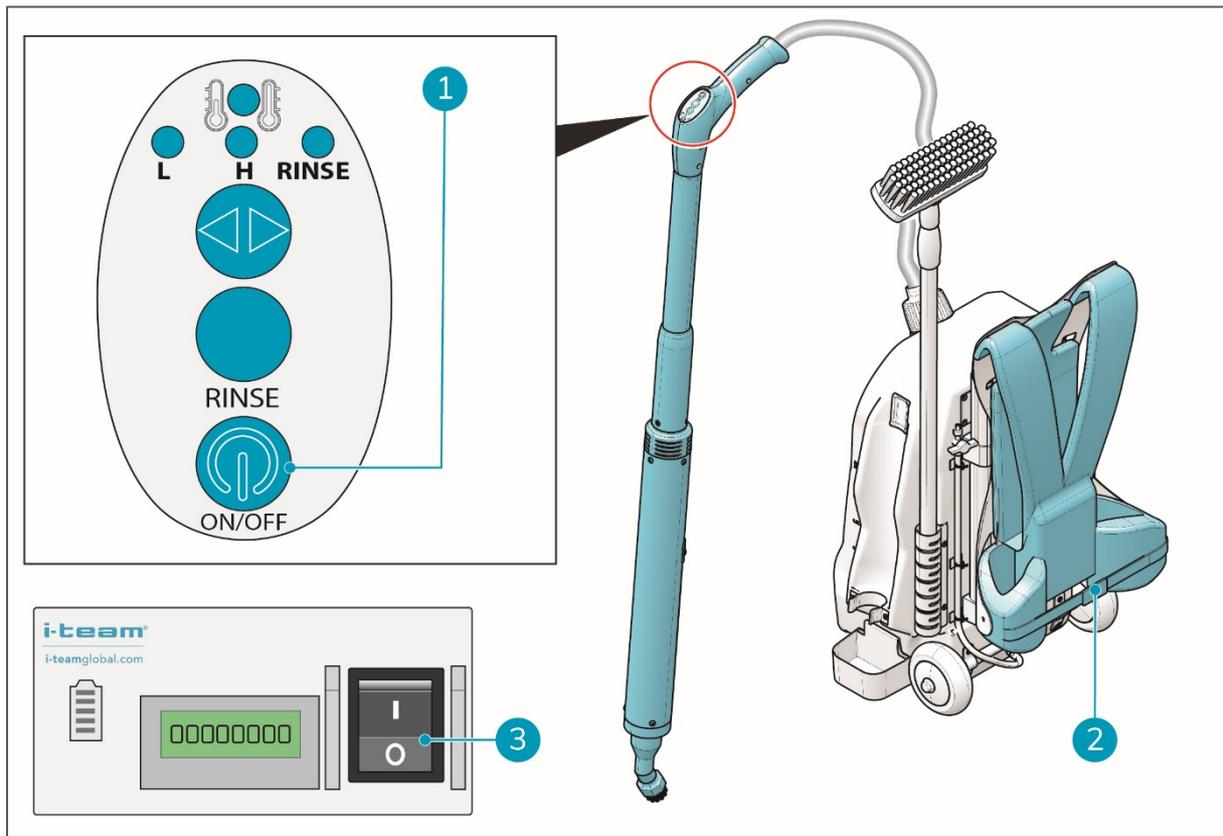

Figura 19
1. Desligue o vapor através do botão ON/OFF (ligar/desligar) (figura 19, posição 1).
2. Remova a mochila e feche a correia (figura 19, posição 2) para segurar o cinto.
3. Desligue o i-gum® através do interruptor de alimentação principal (figura 19, posição 3).